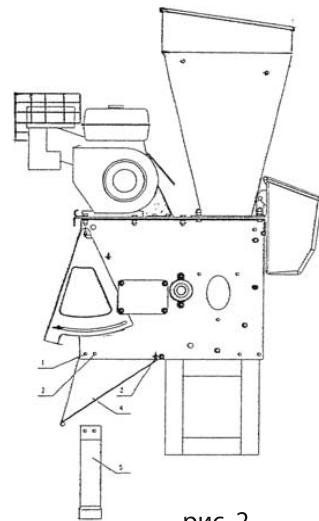

рис. 2.
**2.** Закрепите передний упор (5), см. рис. 2.